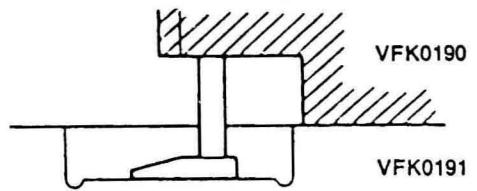

图38
②把导柱调整模板安装在带盘上;
③把带盘高度表放在模板上, 使高度表的探靴与导柱调整模板的切口部分接触, 然后调整高度表指针为0, 如图38所示;